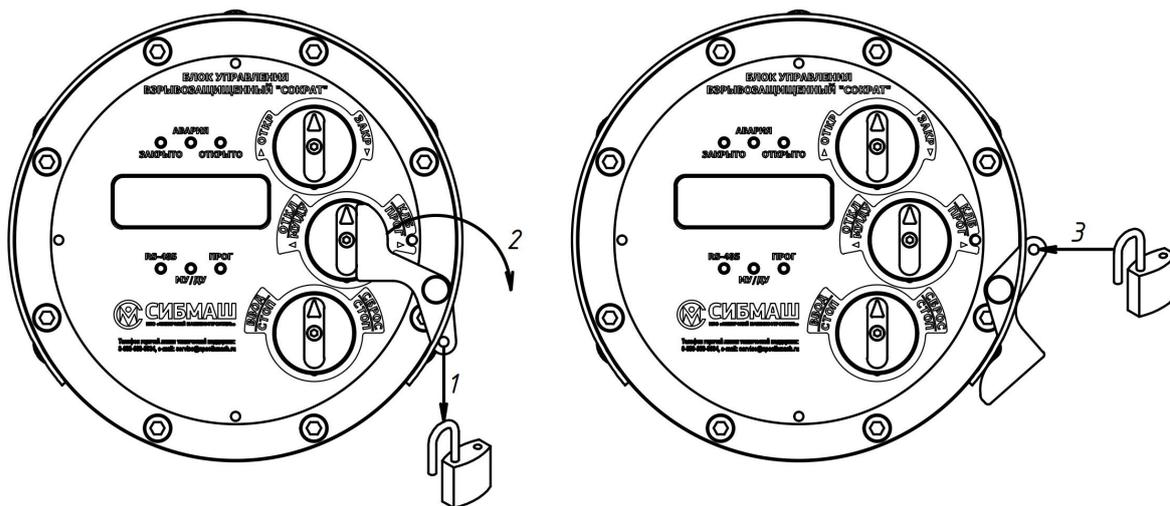

Рис. 15 – Разблокировка МПУ
- шаг 1 – разблокируйте рукоятку №2 выбора режима управления, как показано на рис. 15 ниже, сняв с блокирующего устройства навесной замок и повернув блокирующее устройство по часовой стрелке до упора: